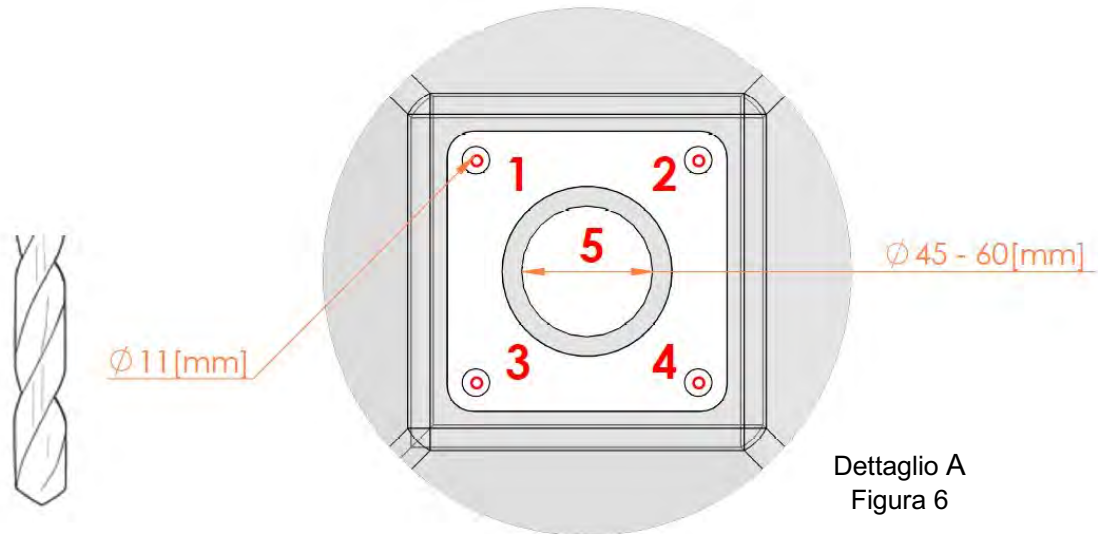

Figura 8
- Forare la cappa seguendo i diametri presenti in figura 8;
È fondamentale eseguire il foro centrale n.5 (figura 8) rispettando esattamente il range di misure indicato.